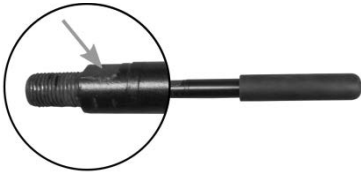

Bild 8: Schlüsselfläche
Schrauben Sie den Spannhebel (8) in die Spannhebelaufnahme (7) des Schnellverschlusses. Drehen Sie das Gewinde ganz in die Aufnahme hinein und ziehen Sie die Spannhebelverlängerung mit einem Schraubenschlüssel fest (der Spannhebel besitzt eine Schlüsselweite 17, siehe Bild 8).